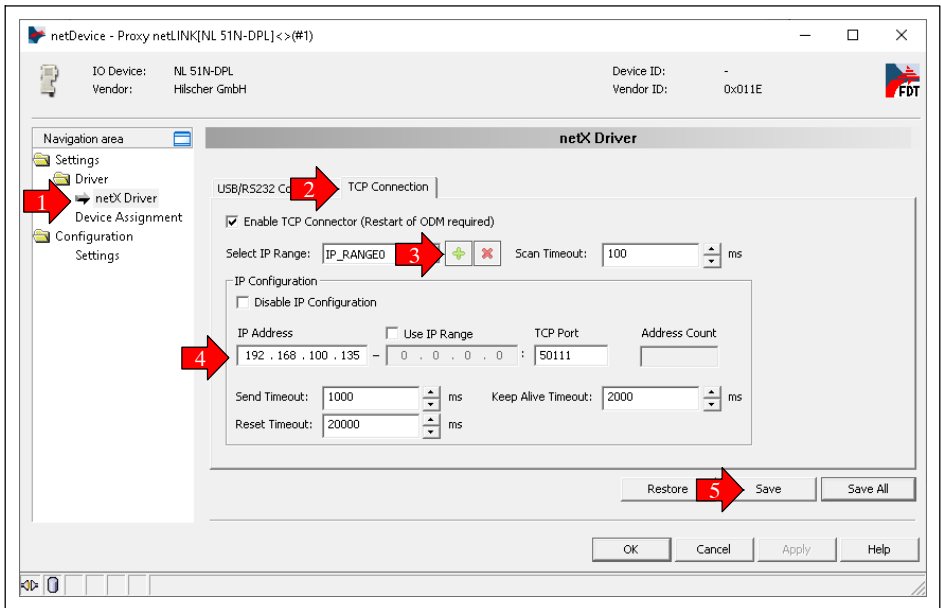

Fig. 4.7 Sélection d'un pilote et saisie de l'adresse IP
- ▶ Dans la boîte de dialogue (Fig. 4.7), sélectionnez **netX Driver** et l'onglet **TCP Connector**.
- ▶ Générez une zone IP, par ex. **IP_RANGE0**, en cliquant sur le signe « + » (Fig. 4.7).